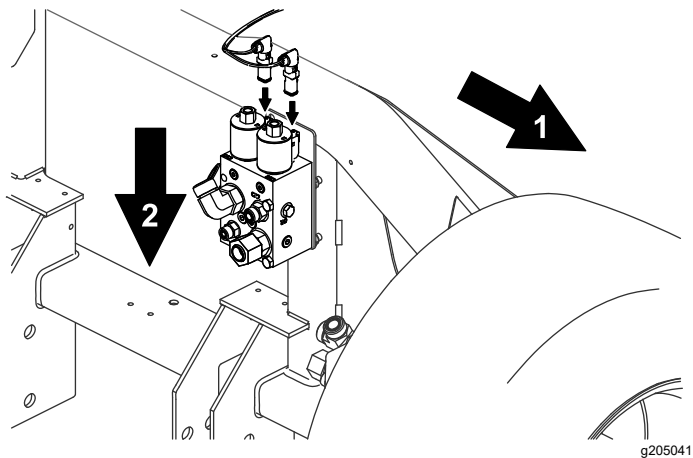

Figura 26
3. Enrute los extremos sueltos restantes del arnés alrededor del bastidor inferior y conéctelos a las 2 bobinas en el distribuidor del divisor de flujo, dentro del neumático delantero derecho (Figura 26).